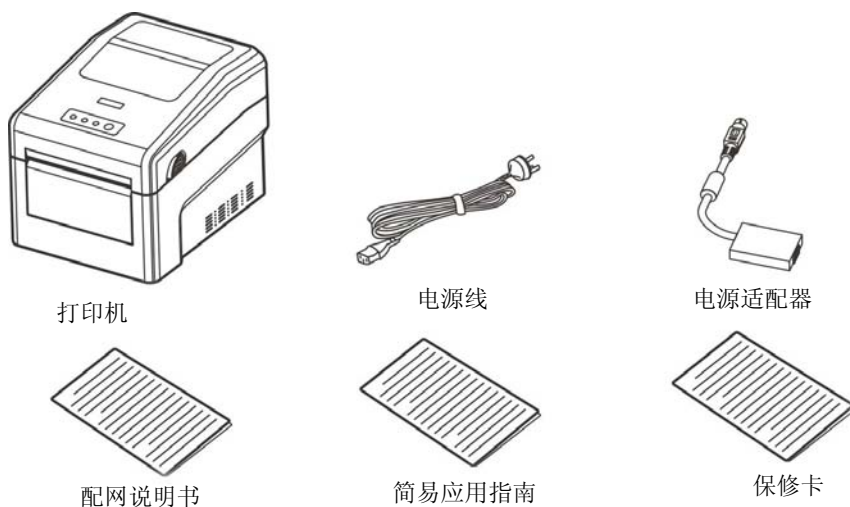

图 2-1 打印机包装配件
在打印机包装箱内，应具有以下各项：(1) 打印机；(2) 电源线；(3) 电源适配器；(4) 配网说明书；(5) 简易应用指南；(6) 保修卡（如图 2-1 所示）。如有遗漏，请向有关经销商联系。